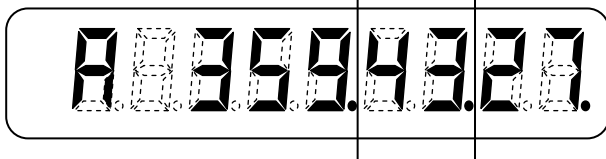

Рис. 26
- включены три десятичные точки, то они разделяют целое значение градусов, целое значение угловых минут и угловых секунд (рис. 26).